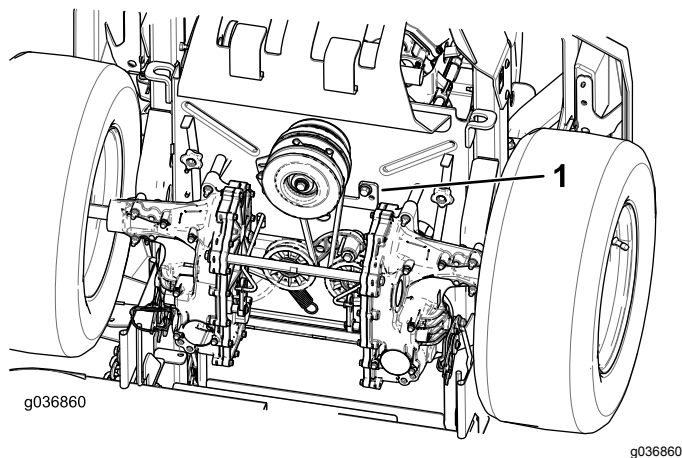

**Figura 91**
10. Instale las cubiertas de la correa (Figura 91).